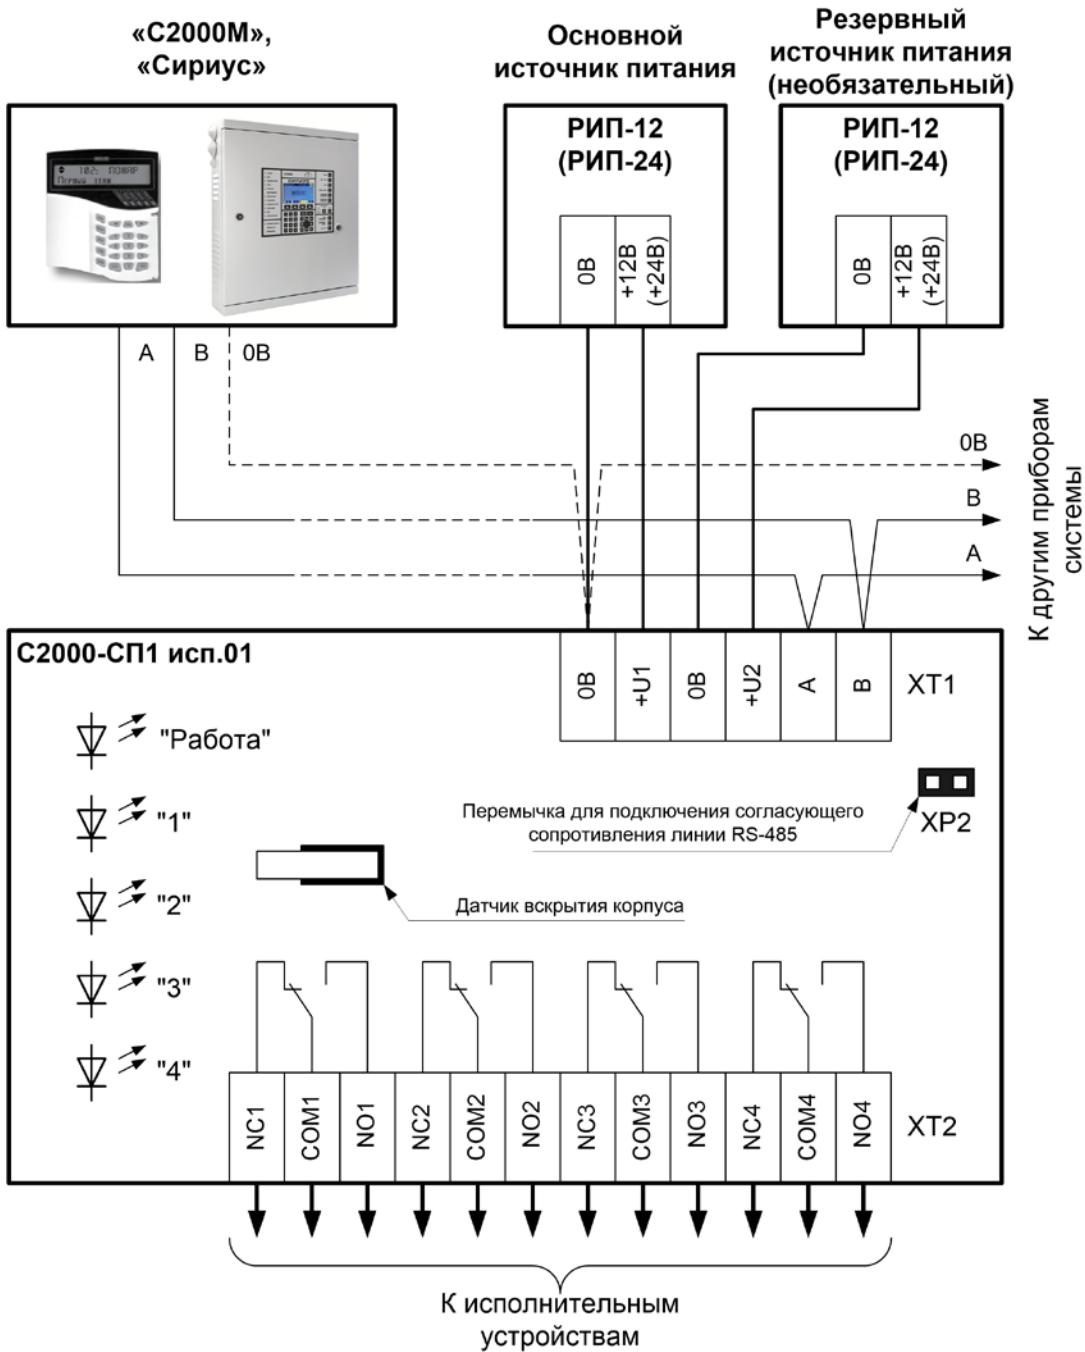

Рисунок 2.2.4.1. Типовая схема внешних соединений блока.
- Если блок не является последним в линии интерфейса RS-485, удалите перемычку ХР2, расположенную на плате блока (см. рис. 2.2.4.1).